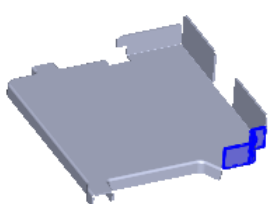
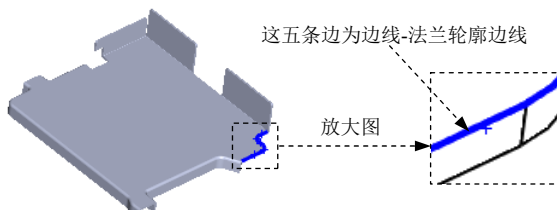

图 7.6.33 边线-法兰 6
图 7.6.34 选取边线-法兰轮廓边线
Step20. 创建图 7.6.33 所示的钣金特征——边线-法兰 6。选择下拉菜单 **插入(I)** → **钣金(H)** → **边线法兰(E)...** 命令；选取图 7.6.34 所示的五条边线为法兰轮廓边线；在 **角度(G)** 区域的 文本框中输入角度值 90.0；在“边线-法兰”对话框的 **法兰长度(L)** 区域的 下拉列表中选择 **给定深度** 选项，在 文本框中输入深度值 10.0；在此区域中单击“外部虚拟交点”按钮 ；在 **法兰位置(N)** 区域中单击“折弯在外”按钮 ；单击 按钮，完成边线-法兰 6 的创建。